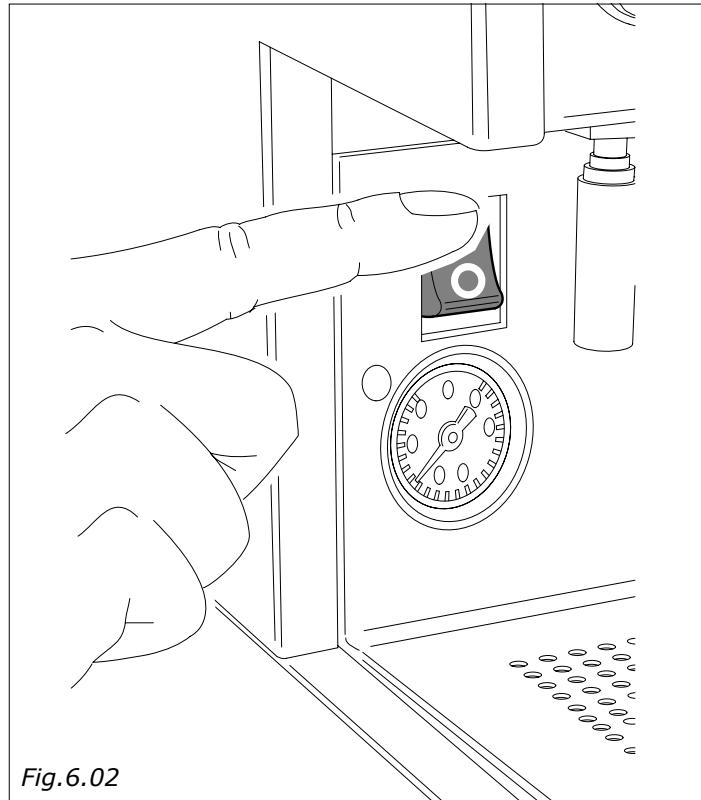

Fig.6.02
- Posicionando el interruptor general (Fig.6.02) en I se encenderá la luz testigo del interruptor.